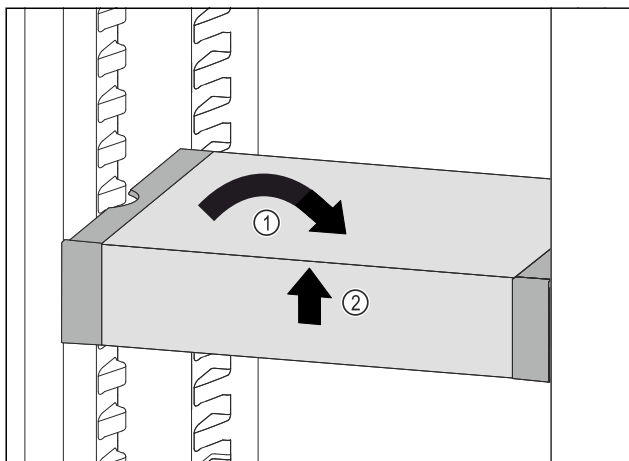

Fig. 103
- ▶ VarioSafe postavte rovně. Fig. 103 (1)
- ▶ VarioSafe vpředu zvedněte. Fig. 103 (2)